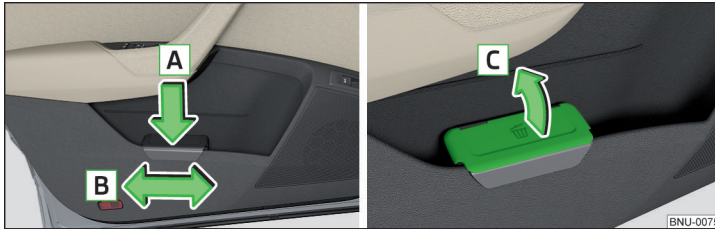

Abb. 110 Abfallbehälter: einsetzen und verschieben / öffnen
- Den Abfallbehälter im hinteren Bereich in Pfeilrichtung **A** eindrücken » Abb. 110.
- Den Abfallbehälter entgegen der Pfeilrichtung **A** herausnehmen » Abb. 110.
- Den Deckel in Pfeilrichtung **C** anheben » Abb. 110.